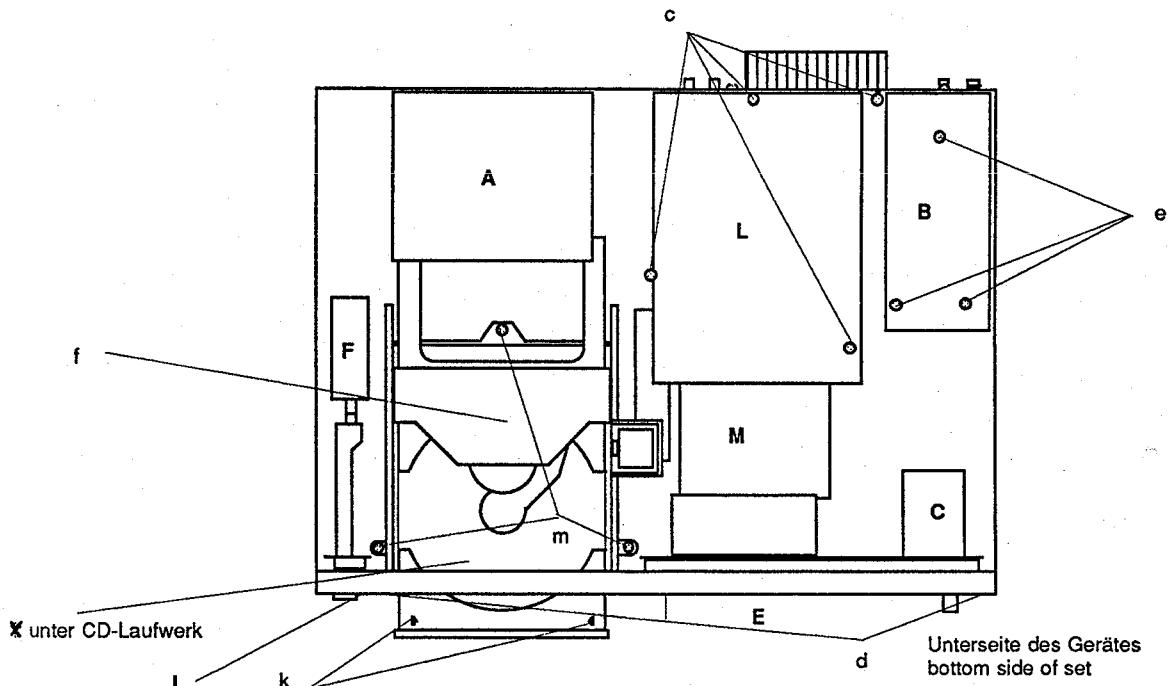

Fig. 3
### Ausbau der Decoderplatte (L) Fig. 3
### Disassembly of the Decoder panel (L) Fig. 3
### Ausbau der Bedien- und Anzeigeeinheit (E) Fig. 3
### Disassembly of the control and Display panel (E) Fig. 3
#### Ausbau der Prozessorplatte (B) Fig. 3
#### Disassembly of the Processor Panel (B) Fig. 3
#### Ausbau der Servoplatte (M) Fig. 3
#### Disassembly of the Servo panel (M) Fig. 3
#### Ausbau Loading Einheit Fig. 3
#### Disassembly of loading unit Fig.3